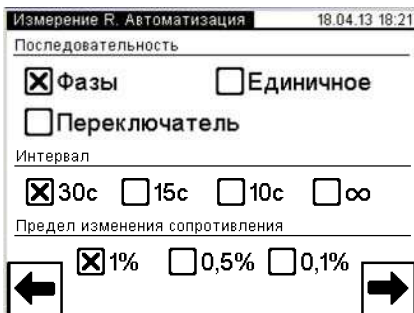
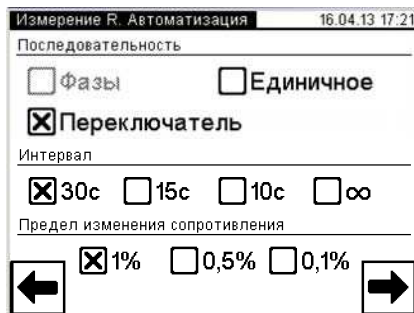

Рисунок 6.39
Рисунок 6.40
окно "Измерение R. Автоматизация" нажать кнопку (рисунок 6.16). Если в окне (рисунок 6.38) выбран один из переключателей и измеряется сопротивление обмоток трехфазного трансформатора, на экране появится окно (рисунок 6.39), если однофазного трансформатора – окно (рисунок 6.40).
13) Выбрать вариант последовательности выполнения измерений в окне "Измерение R. Автоматизация", например (рисунок 6.39 или 6.40).
14) Выбрать критерий установившегося показания Измерителя: интервал времени и предел изменения показаний сопротивления в течение выбранного интервала, для чего нажать в соответствующих полях "Интервал" и "Изменение сопротивления" (рисунок 6.39 или 6.40).
15) Перейти в окно "Измерение R. Обмотка ВН" или "Измерение R. Обмотка СН", для чего нажать на кнопку  (рисунок 6.39 или 6.40). Если измеряется сопротивление обмоток АВ, ВС, СА трехфазного трансформатора, то на экране появится окно (рисунок 6.41), если однофазного трансформатора – окно (рисунок 6.42).
Если выполняется измерение трехфазного трансформатора и в окне "Измерение R. Автоматизация" (рисунок 6.40) выбран вариант "Переключатель", то необходимо:
Если выполняется измерение однофазного трансформатора и в окне "Измерение R. Автоматизация" (рисунок 6.40) выбран вариант "Переключатель", то необходимо: